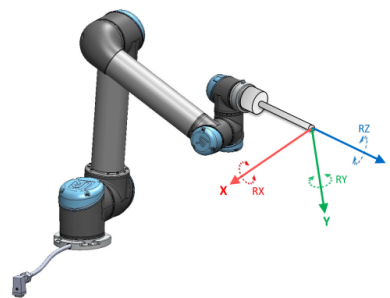

Figure 17.2: ツール (TCP) のフィーチャー
- ツールフィーチャーは現在の TCP 中心を起点に位置します（図 17.2 参照）